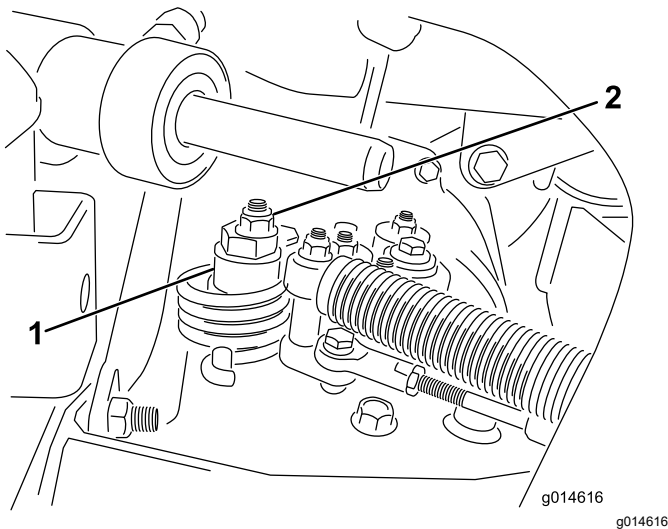

Figura 44
A. Slăbii piulia care fixează excentricul la partea superioară a hidrostatului (Figura 44).
- Rotii excentricul până când maina nu se mică în nicio direcție. Când roata se oprește, strângeți contrapiulia excentricului i reglajul (Figura 44). Verificai reglarea cu maneta de acceleraie în poziia de deplasare LENTĂ i RAPIDĂ.